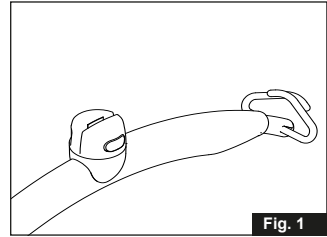

Fig. 1
1. Hold løftebøylen i høyre hånd og trykk inn den gule knappen med tommelen, som vist (fig. 1).